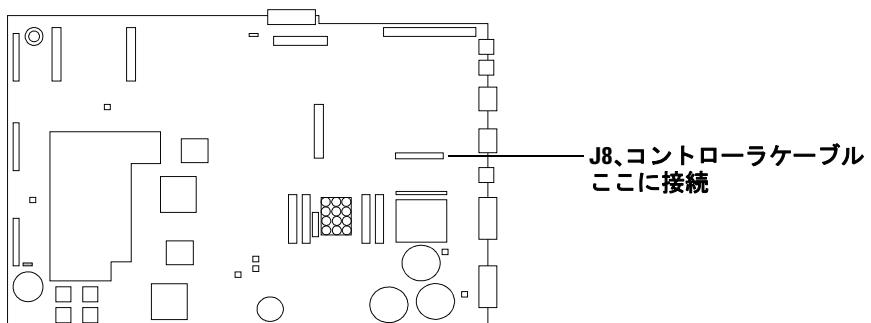

図 36 GC メインボード
- 9 コントローラの PCB ケーブル（部品番号 G2612-60510）をメインボードの J8 と ALS インターフェイスボードの P5 に接続します。ケーブルをメインボードの切り込み部分を通して這わせます。図 34 および図 36 を参照してください。